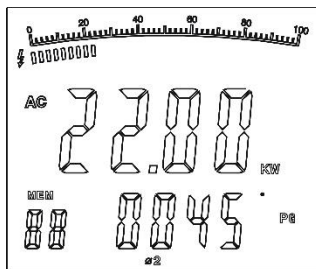

Рис. 9
2. После завершения измерения мощности 1-й фазы нажать **SEL**, чтобы выбрать $\phi 2$. На двухуровневом экране отображается значение активной мощности кВт и угла фазы PG второй фазы 2, как показано на рис. 9